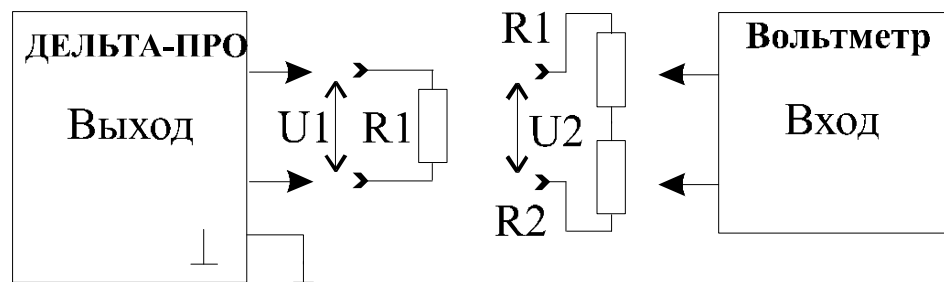

Рис.3. Проверка выходного сопротивления передатчика
8.3.6 Определение значения выходного сопротивления производится методом косвенных измерений для частоты 1020 Гц. Для этого необходимо собрать схему, изображенную на рис.3 ( $R_1 = R_2 = 300$  Ом).